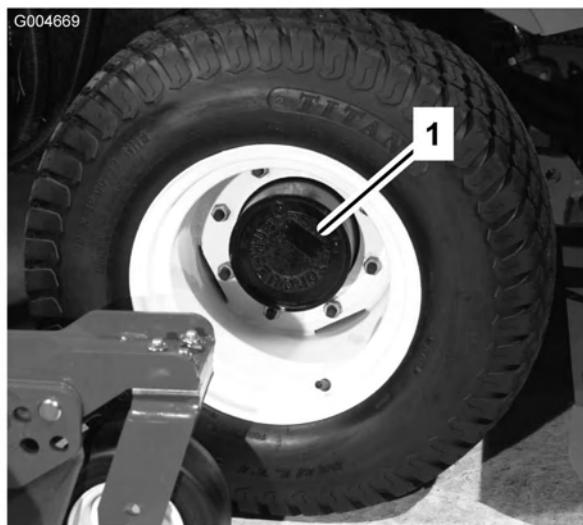
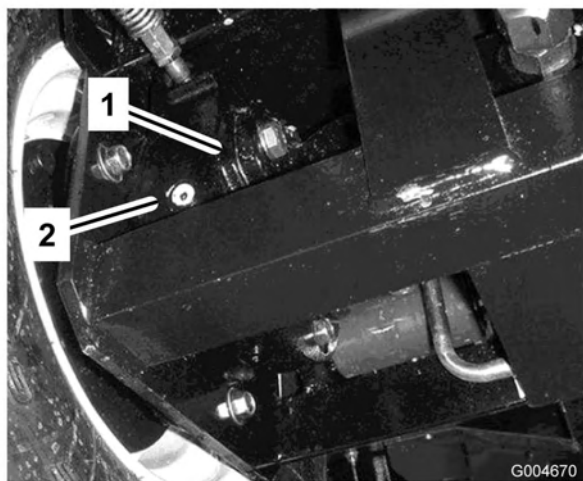

Figura 10
Figura 11
1. Con la macchina parcheggiata su una superficie piana, posizionate la ruota in modo che il tappo di controllo/riempimento (Figura 10) si trovi nella posizione ore due o dieci.
2. Togliete il tappo dal planetario (Figura 10) e controllate il tappo sul lato posteriore del freno (Figura 11). L'olio deve raggiungere la base del foro di controllo sul lato posteriore del freno.